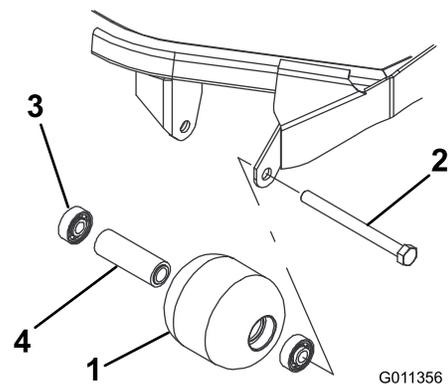

图 20
1. 卸下滚筒安装螺栓图 20。
4. 检查滚筒壳体、轴承以及轴承隔片是否受损图 20。更换并组装任何受损的组件。
1. 将第一个轴承按入滚筒壳体图 20。仅按住外座圈或同时按住内、外座圈。
2. 插入隔片图 20。
3. 将第二个轴承按入滚筒壳体图 20。同时按住内、外座圈直至内座圈接触到隔片。